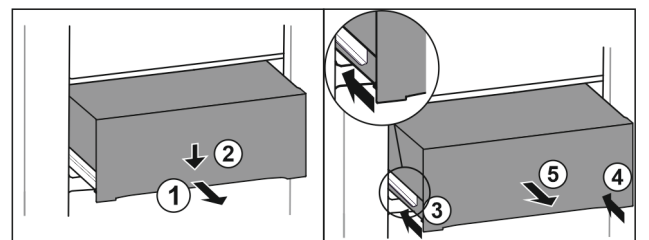

Fig. 93
- Estrarre il cassetto a metà. Fig. 93 (1)
- Premere il cassetto sul lato anteriore verso il basso. Fig. 93 (2)
- Spingere la guida sinistra di circa 2 cm verso l'interno. Fig. 93 (3)
- Spingere la guida destra di circa 2 cm verso l'interno. Fig. 93 (4)
- Rimuovere il cassetto tirandolo in avanti. Fig. 93 (5)